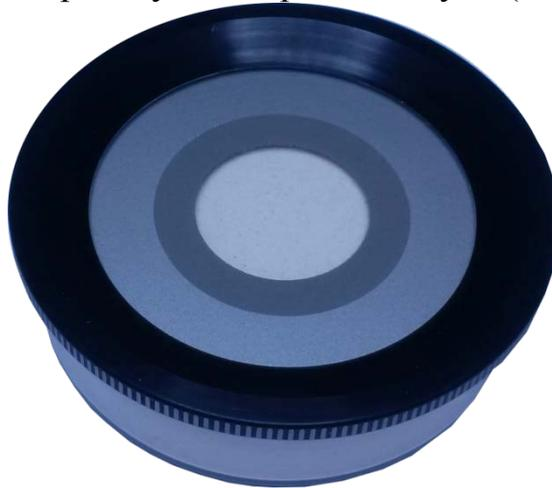

Рисунок 9.4. Чашка с крышкой
2. Полностью вдавить крышку в поверхность муки (Рисунок 9.4).